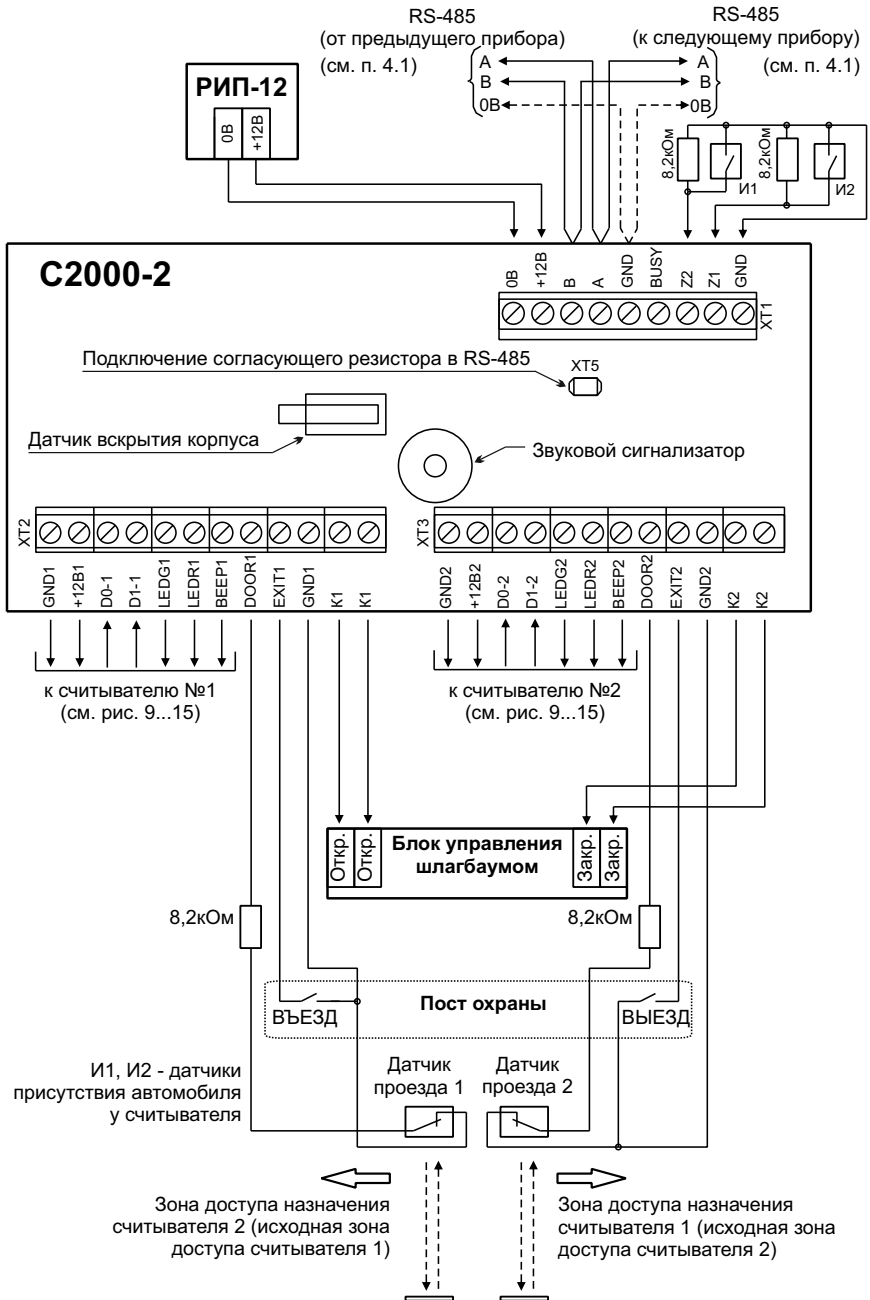

Рисунок 20. Схема подключения контроллера в режиме «Шлагбаум»
4.10.1 Подключите цепи управления шлагбаумом, датчики проезда и детекторы автомобиля в соответствии с рис. 20.